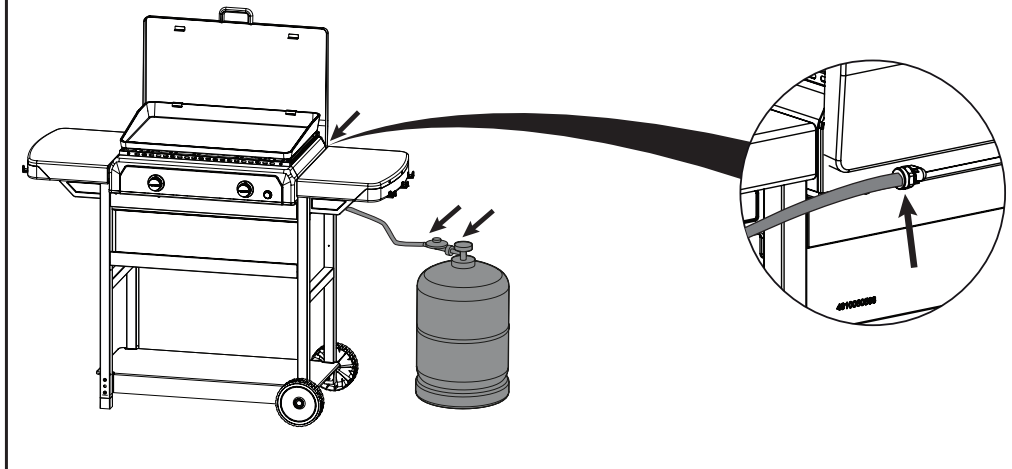

FIG. 5
- Que les tubes Venturi ne sont pas obstrués (exemple : toiles d'araignées). (Fig. 5)